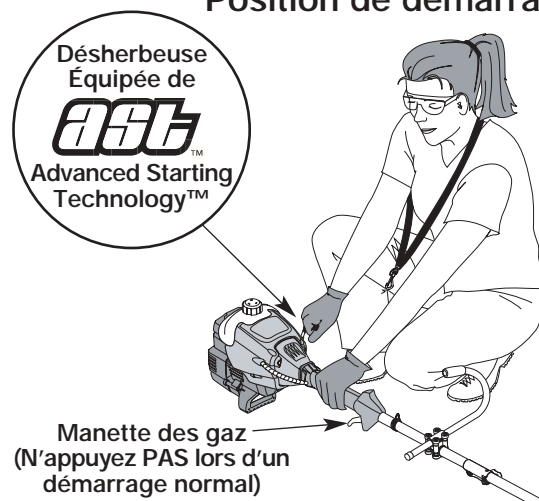

Fig. 18
**AVERTISSEMENT:** évitez tout démarrage accidentel. Tenez-vous en position de démarrage lorsque vous tirez sur la corde de démarrage (Fig. 18). L'opérateur et l'appareil doivent tous deux être en position stable pour éviter des blessures graves. Vérifiez la bonne installation de l'accessoire avant le démarrage de l'appareil.
5. Accroupissez-vous en position de départ et **n'appuyez pas sur la manette des gaz** (Fig. 18). Tirez le cordon de démarrage d'un **mouvement contrôlé et ferme** jusqu'à ce que le moteur essaie de démarrer. Répétez jusqu'à ce que le moteur démarre.